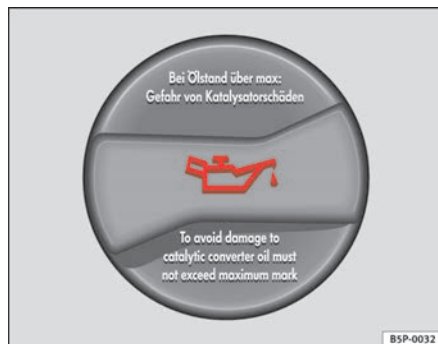

Fig. 164 Tampão da abertura de enchimento do óleo do motor no compartimento do motor
- Desenroscar o tampão do bocal de enchimento do óleo ⇒ **fig. 164.**